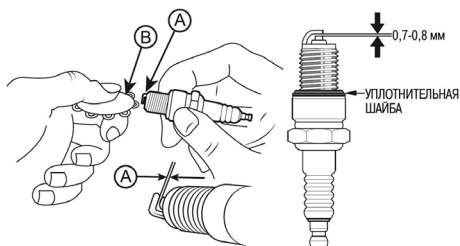

Рис. 25. Проверка межэлектродного зазора
- Измерьте зазор А между электродами свечи зажигания специальным щупом В. Зазор должен быть $0,7-0,8$ мм (Рис. 25). При увеличении или уменьшении требуемого зазора, рекомендуется заменить свечу, так как регулировка зазора может привести к изменению качества искрообразования.